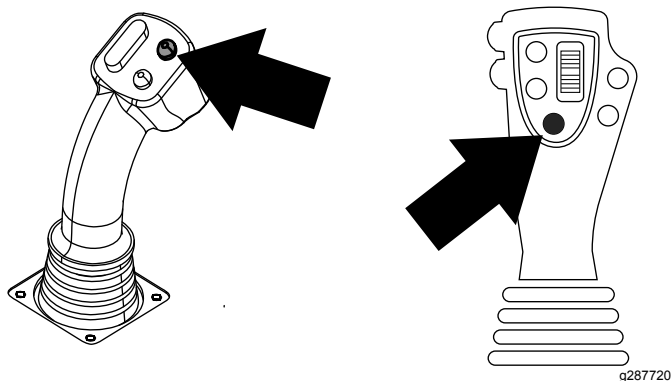

Рисунок 18
6. Нажмите и удерживайте нажатой нижнюю левую кнопку на джойстике с 8 кнопками или верхнюю кнопку на джойстике с 4 кнопками, чтобы захватить трубу (Рисунок 18 и Рисунок 19), затем отпустите кнопку.